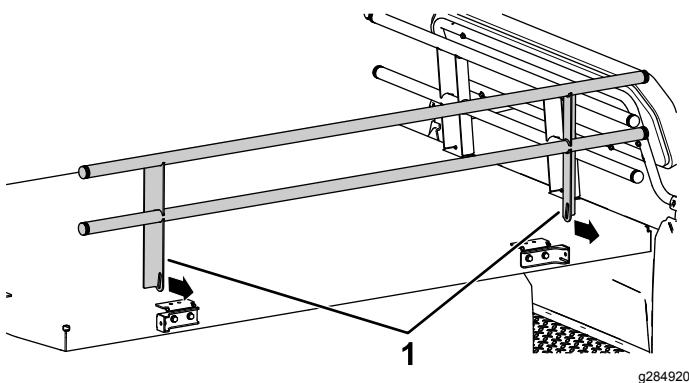

図 8
1. 側面用パイプパネルを、荷台ブラケットに合わせるL字チャネルフランジのスロットを外側に向けること図8。